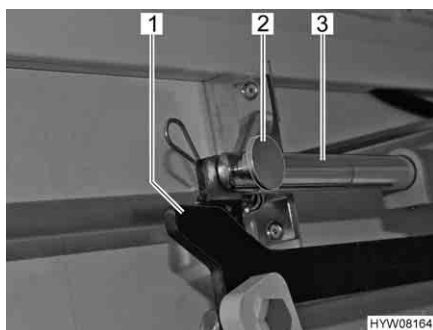

Fig. 42 Azionamento
- Rimuovere il collegamento (copiglia e bullone) (Fig. 42,2) tra la biella (Fig. 42,3) e la leva (Fig. 42,1).
- Afferrare dal basso tra parete laterale e la tiranteria del letto basculante e rimuovere il collegamento (copiglia e bullone) (Fig. 42,2) tra la biella (Fig. 42,3) e la leva (Fig. 42,1).